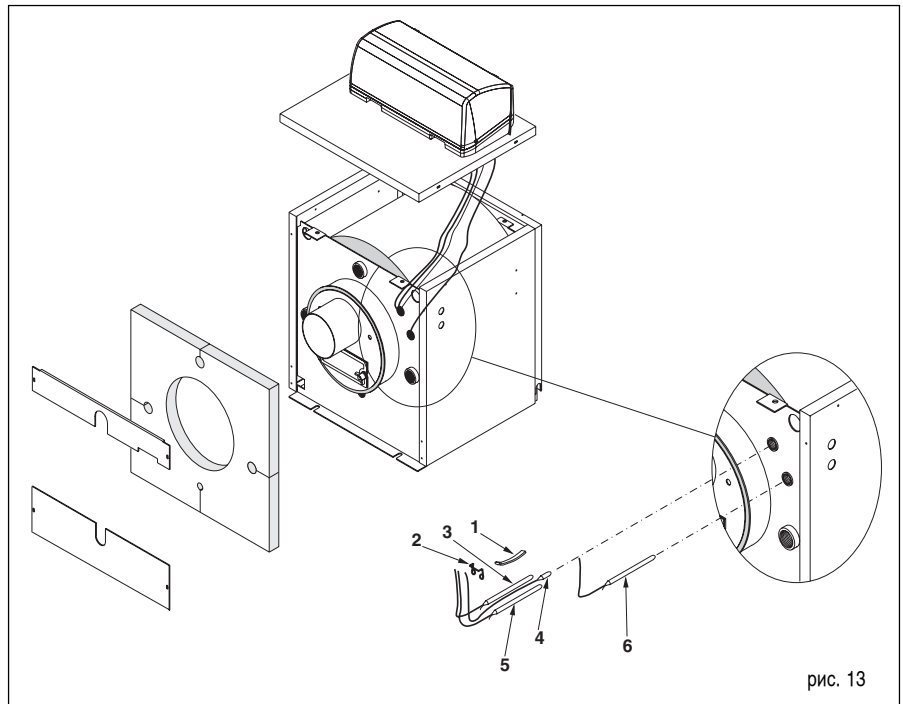

рис. 13
- 2. привинтить пульт к верхней панели облицовки (поз.1), выпустив в центральное отверстие электрокабели и капилляры термодатчиков, затем закрепить термодатчики в гильзах задней плиты, как показано на рис. 13,
Для пульта модели 21056 датчики термостатов должны быть размещены так, как показано на (рис.13). В верхней гильзе монтируются датчики термометра (4), термостата безопасности (3) и регулирующего термостата (5). В нижней гильзе монтируется датчик минимального термостата. Капилляры закрепляются после установки контактной пружины (1), предохранительной пружины (2).